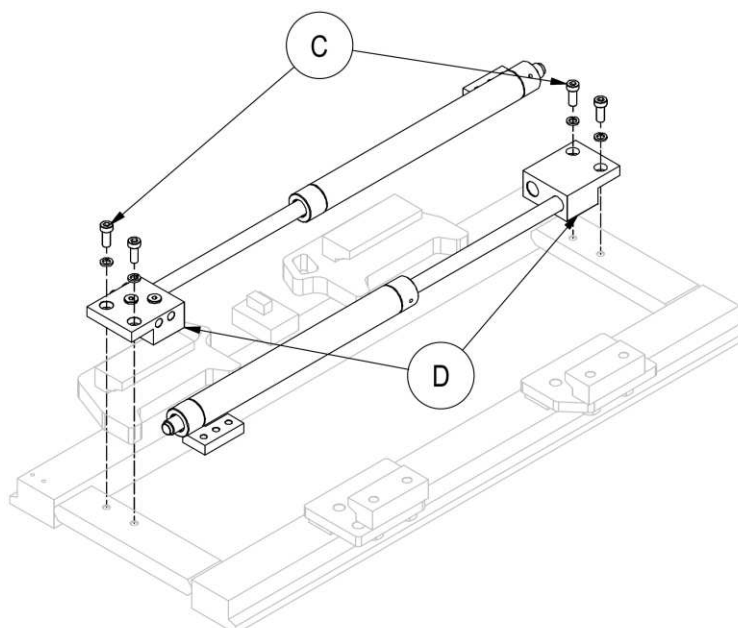

Figura 28
5. Svitare le viti **C** e rimuovere i cilindri dalle loro sedi **D** (vedi *Figura 28*).